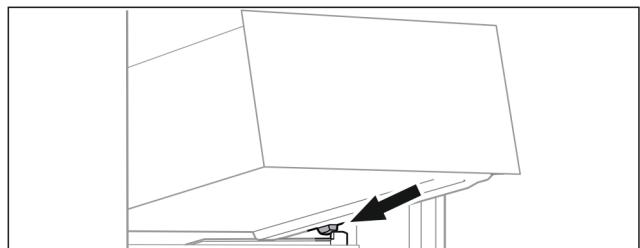

Fig. 90
- ▶ Наклоняя вниз, установите выдвижной ящик за стопоры на контейнерное ребро. (см. Fig. 90)